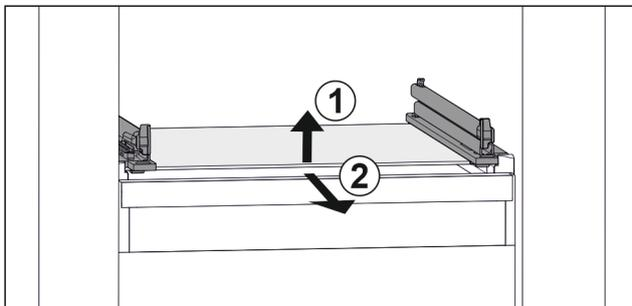

Fig. 106 Ilustración ejemplar de la placa de cristal
- ▶ Levante la placa de cristal por la parte delantera. Fig. 106 (1)
- ▶ Extráigala hacia delante. Fig. 106 (2)